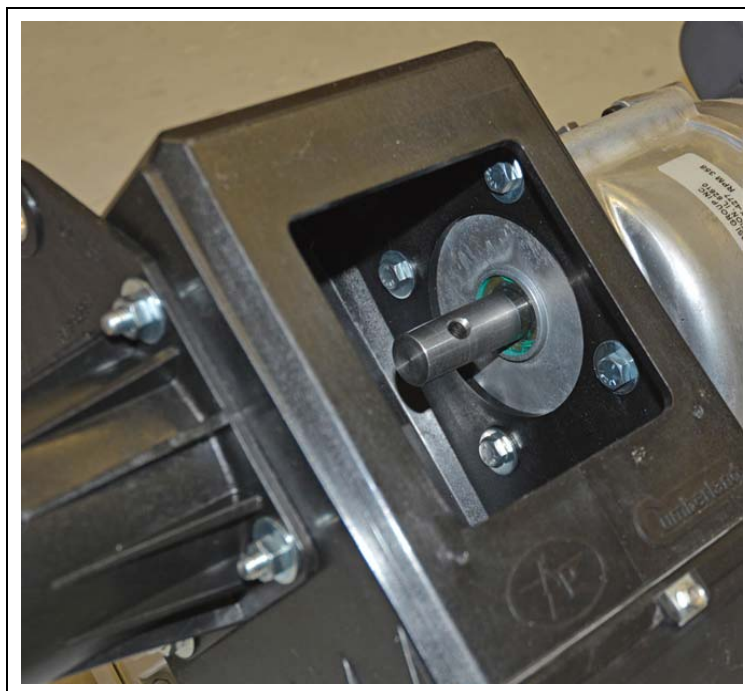

Рисунок 5R Установка блока управления на привод
3. Закрепите блок управления на редукторе четырьмя (4) болтами 5/16" x 3/4" с четырьмя (4) плоскими шайбами, которые поставляются с двигателем. (См. рис. 5R на стр. 25.)